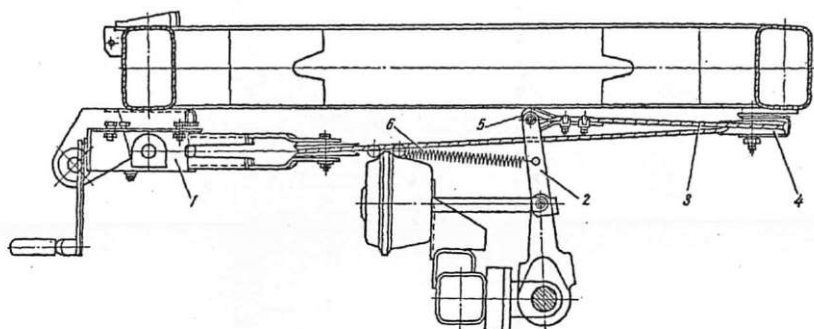

Рис.12. Привод стояночного тормоза:
4.8. Стояночная тормозная система. Стояночная тормозная система предназначена для затормаживания прицепа на стоянке. Привод ручной, механический. Основными частями привода являются натяжной механизм 1, установленный на передней поперечине рамы поворотной тележки, трос 3, возвратные пружины 6, направляющие ролики 4, рычаги (рис.12).